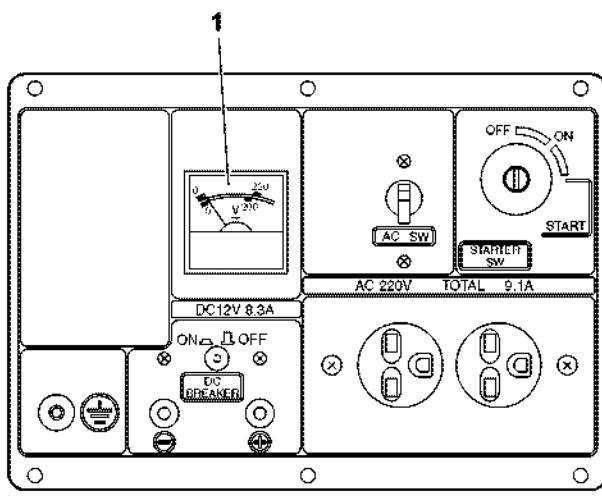
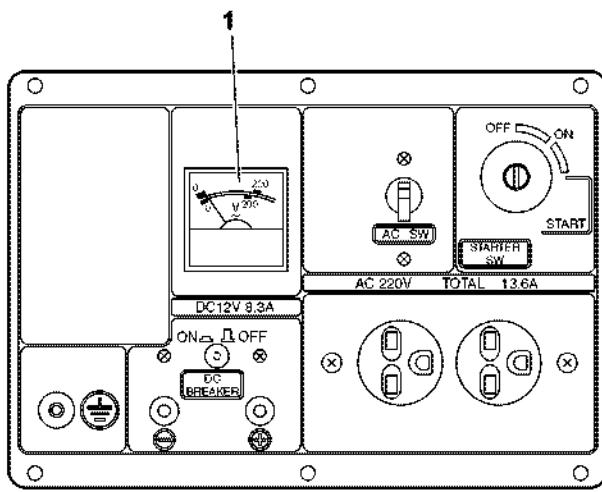
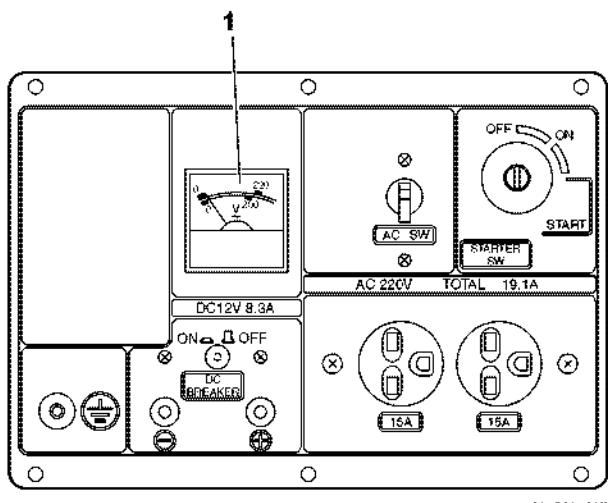
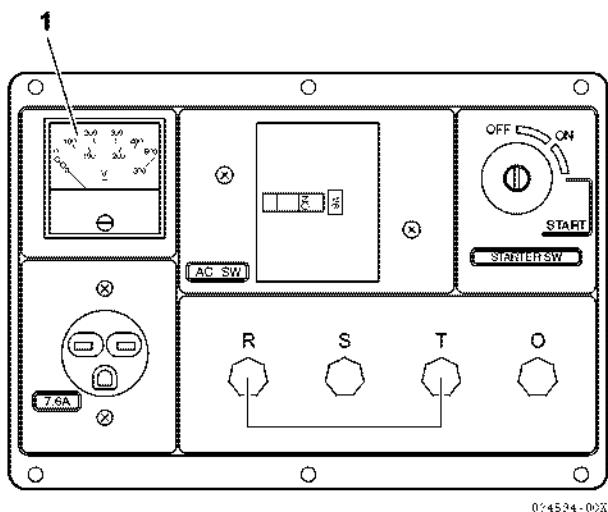

Рис. 59
Рис. 60
Рис. 61
Рис. 62
1. Заведите двигатель. См. *уск генератора на стр. 58.* Как только двигатель завелся, проверьте показания вольтметра (Рис. 59, (1)) или (Рис. 60, (1)) или (Рис. 61, (1)) или (Рис. 62, (1)) и убедитесь, что на выходе нужное напряжение. Если на вольтметре нулевые показания — ОСТАНОВИТЕ генератор; возможно генератор или вольтметр неисправен.